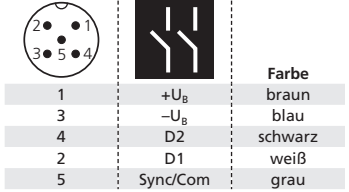

Bild 2: Pinbelegung mit Sicht auf den Sensorstecker und Farbkodierung der microsonic-Anschlusskabel
- Anschlusskabel an den M12-Gerätetecker anschließen, vgl. Bild 2